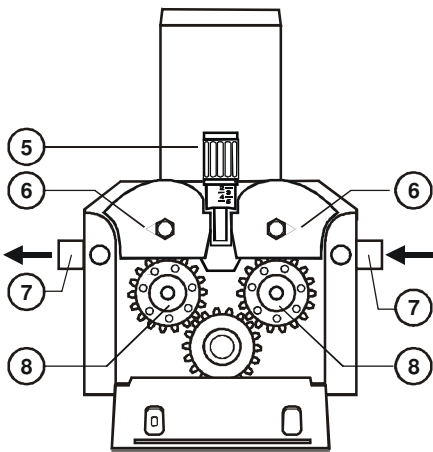

Fig.8 - Motor 4 roletes 50W
- Os roletes do motor redutor (8-fig.8&9) e a ponteira da pistola (9-fig.10) devem corresponder ao diâmetro do fio a utilizar.
Seguidamente, deve conduzir-se o fio através dos roletes (8-fig.8&9) e do guia-fio (7-fig.8&9) fazendo-o avançar manualmente alguns centímetros para dentro da pistola. De seguida, fechar as alavancas de tracção (6-fig.8&9) verificando cuidadosamente se o fio fica alojado na cava do rolete. Para regular a pressão dos roletes deve apertar-se ligeiramente o parafuso de regulação (5-fig.8&9); esta regulação deve ser completada com o motor em funcionamento gradualmente até se verificar que o fio avança sem patinar. Deve reduzir-se esta pressão ao mínimo indispensável evitando deformações do fio por esmagamento.